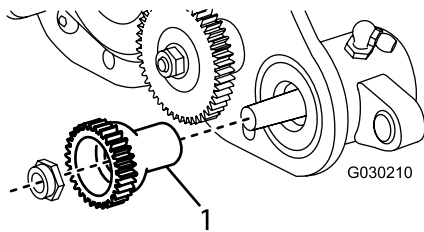

**Figura 10**
4. Applicare grasso alla tenuta nel supporto del cuscinetto del gruppo di trasmissione e all'estremità scanalata dell'albero grooming (Figura 10).
6. Fate scorrere l'estremità scanalata dell'albero grooming nel supporto del cuscinetto del gruppo di trasmissione (Figura 10).
8. Fissate l'ingranaggio all'albero grooming con il dado di bloccaggio dell'ingranaggio condotto (Figura 10).
13. Fissate l'ingranaggio di trasmissione del groomer all'albero del cilindro sul lato destro del cilindro (Figura 10) e serratelo a 170 N·m.
14. Montate e fissate gli ingranaggi tendicinghia (Figura 10) e serrate le viti a testa cilindrica a 13,5 N·m.